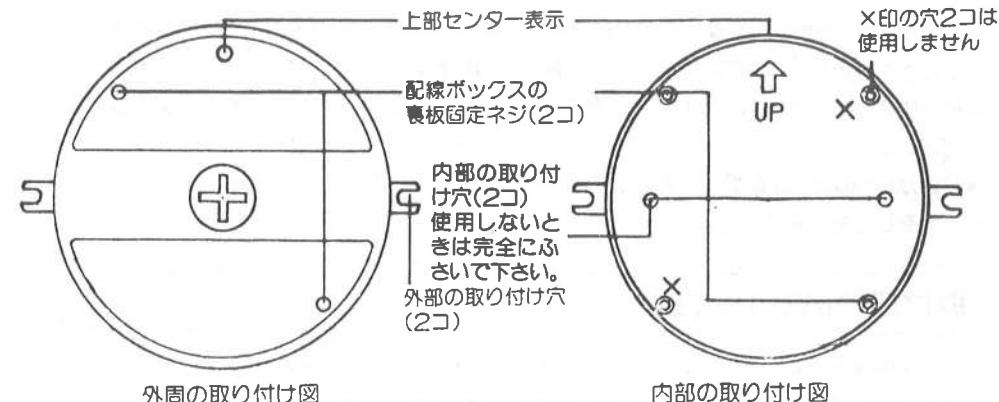

図6
■取付穴について(図6を参照)
- 注 取り付け前に8ページ、図6、7をご参照の上、正しく取り付けてください。